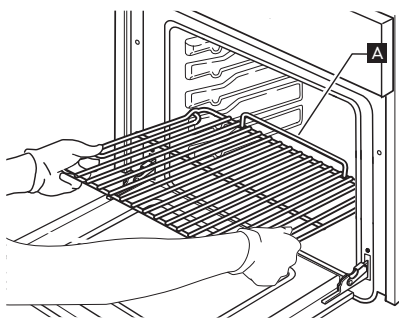

Fig. 1
1. Introduza a grelha metálica na horizontal, com a parte "A" virada para cima (fig. 1).